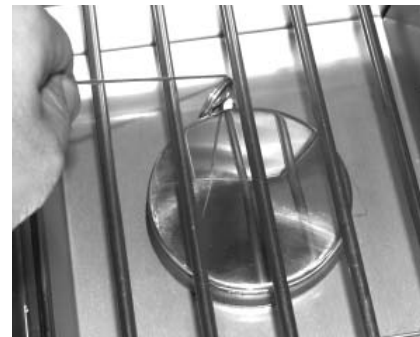

Fig. 22-2 - Éclairage manuel
**ATTENTION:** Attendez toujours cinq (5) minutes le gaz pour se dégager après que n'importe quelle tentative non réussie d'éclairage.
2. Insérez un allumeur brûlant de butane de long-baril, une allumette brûlante de long-tige, ou une allumette brûlante tenue par un support de prolongation de fil par la grille à cuire s'ouvrant au brûleur (fig. 22-2). Tenez la flamme contre le bord du brûleur.
4. Si le brûleur ne s'allume pas, enfoncez immédiatement le bouton et tournez la valve à AU LOIN. ATTENDEZ CINQ (5) MINUTES avant de répéter les étapes 2 à 4 des instructions manuelles d'éclairage.